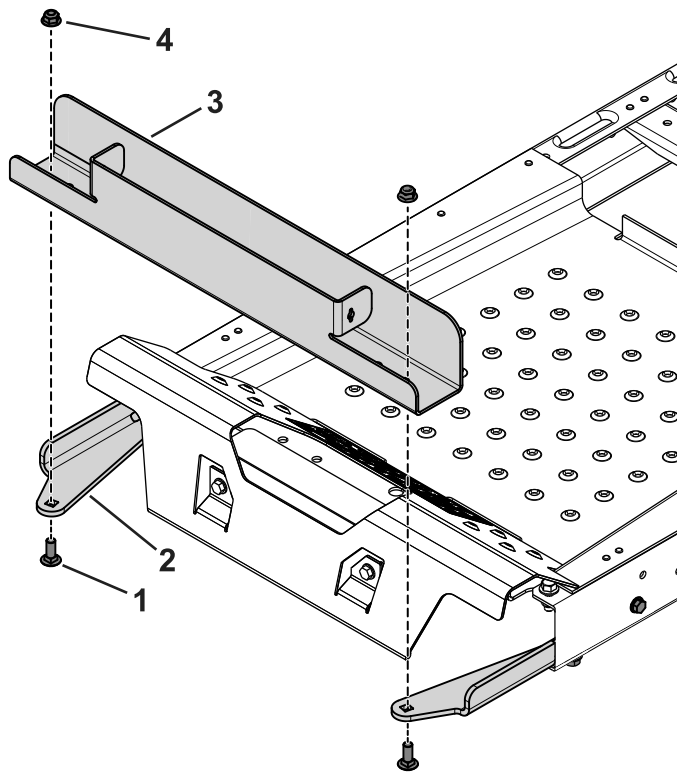

Figura 4
3. Utilizzate i 2 bulloni a testa tonda ($\frac{3}{8}$ " x 1") e dadi flangiati per fissare il vassoio della zavorra ai supporti (Figura 4).